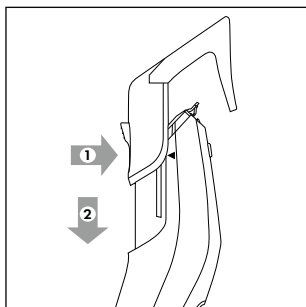

Fig. 2
- ◆ Pentru a atașa un pieptene atașabil **10/11** apăsați-l sub capul de tăiere **1** pe aparat. Acordați atenție șinelor de ghidare laterale **3** din stânga și din dreapta. Împingeți pieptenele atașabil **10/11** în jos, de-a lungul șinelor de ghidare **3** (a se vedea fig. 2). În acest scop, mențineți apăsat butonul din partea din spate a pieptenului atașabil **10/11**.